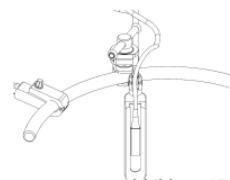

Abbildung 17
- Schieben Sie die Klemmstück-Spitzen des **Lichtkabels, Klemmstück-Spitze, 10', unsteril** (ML-0068) in die Klemmstückkanäle der **Retraktorklingen**. (Abbildung 17)